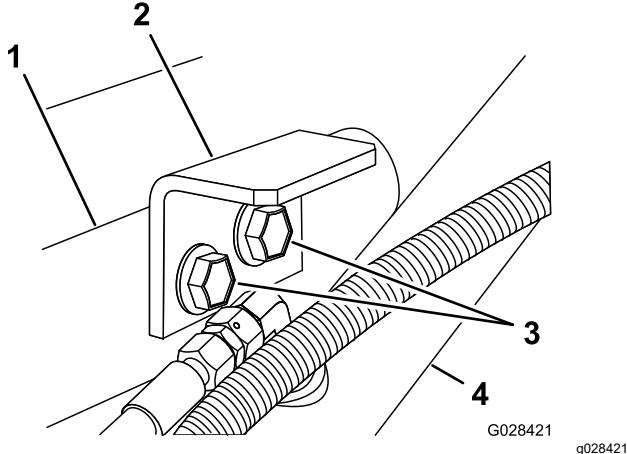

Bild 7
3. Befestigen Sie die Befestigungshalterungen mit den zwei Bundkopfschrauben und der Sicherungsbundmutter, die Sie in Schritt 1 entfernt haben, an der Stützhalterung (**Bild 7**).